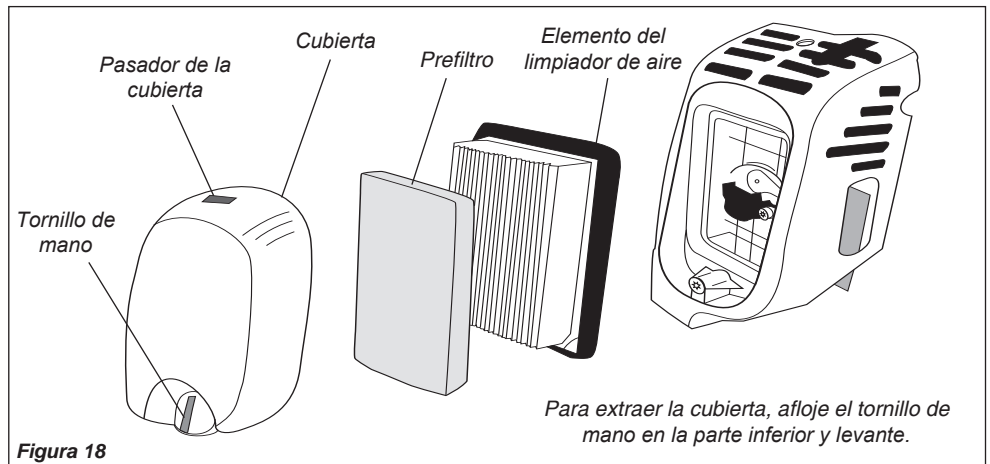

Figura 18
1. Extraiga la cubierta del limpiador de aire aflojando el tornillo de mano y levante. Consulte la Figura 18.